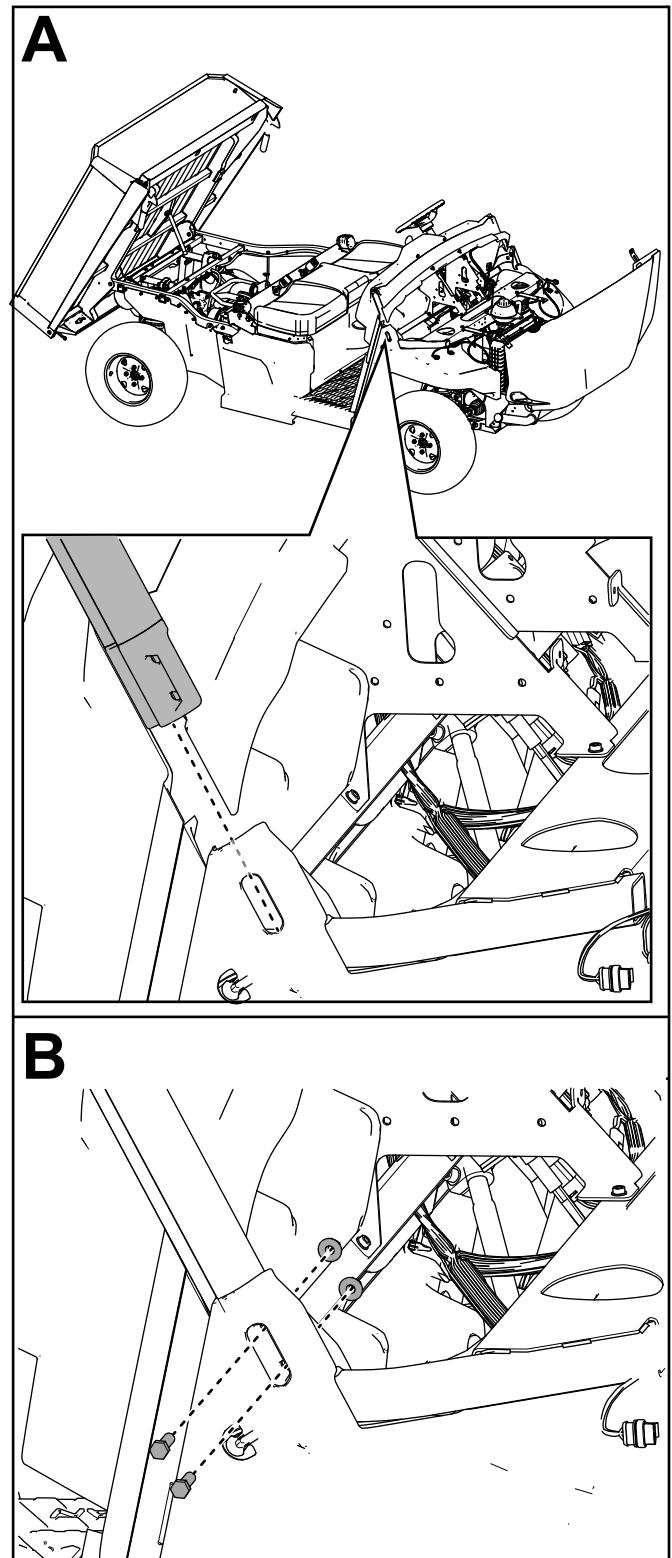

Figure 13
7. Fixez légèrement la barre avant droite de l'arceau de sécurité sur son support à l'aide de 2 boulons à tête hexagonale ($\frac{3}{8} \times 1\frac{1}{4}$ po) et de 2 contre-écrous ($\frac{3}{8}$ po), comme montré à la Figure 13.